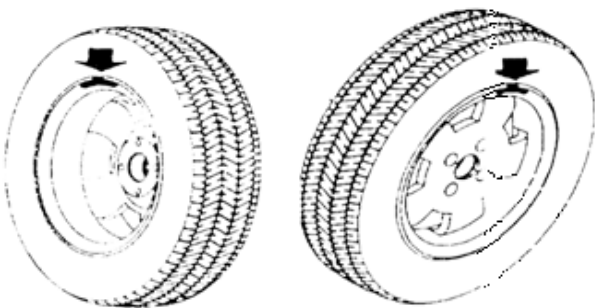

Abbildung 9: Gewichtsbelegung: Innenseite 12 Uhr Position (links), Außenseite 12 Uhr Position (rechts)
Drehen Sie das Rad von Hand, lassen Sie los, wenn „Reduce“ angezeigt wird; Das System wartet auf die passende Geschwindigkeit, um die Berechnung durchzuführen und die Anzeige zeigt „RUN ---“ an; Wenn die Berechnungen abgeschlossen sind, wird „STOP“ angezeigt. Drücken Sie dann auf die Bremse, um das Rad anzuhalten. Das Rad hält an und auf der Anzeige erscheinen die Daten. Drehen Sie das Rad langsam, wenn die LEDs an der inneren Position alle leuchten (**Abbildung 4: Bedienfeld und Anzeigetafel (10)**), an der 12 Uhr-Position der Innenfelge, hängen Sie Gewichte entsprechend des Wert an, der auf der linken Anzeige angezeigt wird. (**Abbildung 9: Gewichtsbelegung: Innenseite 12 Uhr Position (links)**), Außenseite 12 Uhr Position (rechts)). Drehen Sie dann langsam das Rad, wenn die LEDs der Außenposition alle leuchten (**Abbildung 4: Bedienfeld und Anzeigetafel (11)**), in der 12 Uhr-Position der Felgenaußenseite, hängen Sie Gewichte entsprechend des Wert an, der auf der linken Anzeige angezeigt wird. (**Abbildung 9: Gewichtsbelegung: Innenseite 12 Uhr Position (links)**, Außenseite 12 Uhr Position (rechts)) Drehen Sie das Rad erneut von Hand, lassen Sie los, wenn die Anzeige erlischt. Wenn die Anzeigen auf beiden Seiten an sind, hält das Rad an und der Wuchtvorgang ist abgeschlossen.